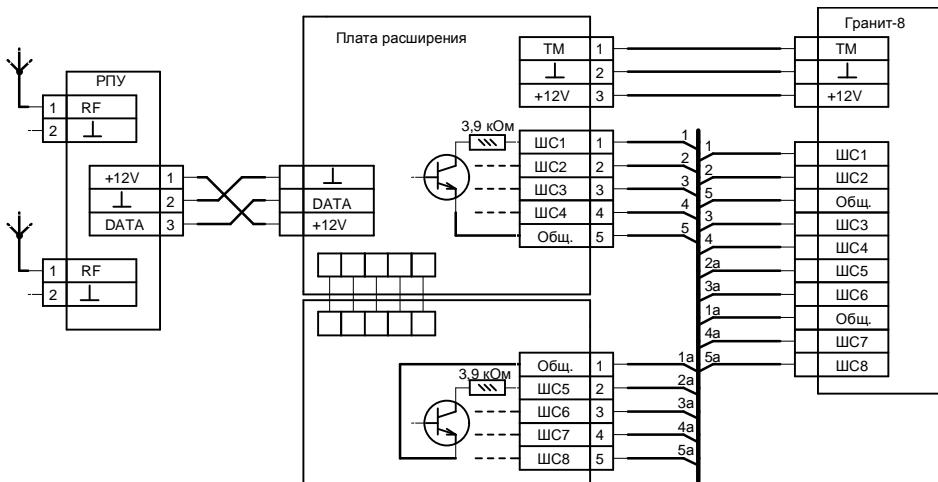

Рис. 10 Схема подключения РПУ к ППКОП «ГРАНИТ-8/8Р/ЗЛ/5Л/8Л»
Подсоедините плату расширения к плате РПУ как показано на рис. 10. Подключите плату расширения к плате контроллера прибора «ГРАНИТ-8/8Р/3Л/5Л/8Л». Схема подключения показана на рис. 10, 11 и 12.
3. Подключить плату расширения РПУ согласно схеме подключения (рис. 10).